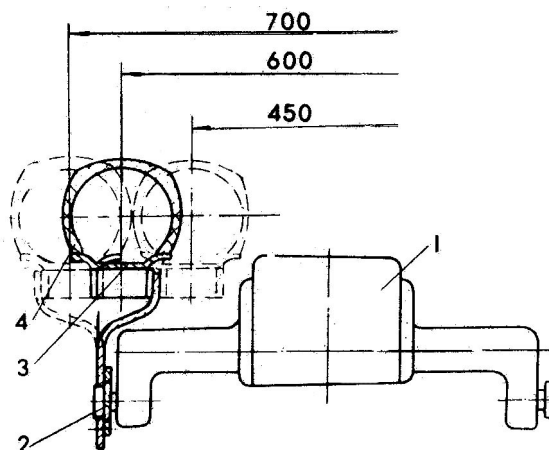

Рисунок 27 – Схема регулирования колеи мотоблока
- отвернуть гайки болтов 7 (рис.12), вынуть болты, повернуть колесо 8 так, чтобы его можно было передвинуть в сторону корпуса трансмиссии и закрепить в положении, указанном на рис. 27. Перестановка второго колеса аналогична.
Из первоначального положения (колея 600 мм) можно получить колею 700 мм, перевернув колесо с диском на 180°. Для этого достаточно отвернуть четыре болта 10 (рис.12), снять колесо 8, повернуть его на 180° и закрепить болтами правое колесо на место левого, а левое – на место правого (рис.27).